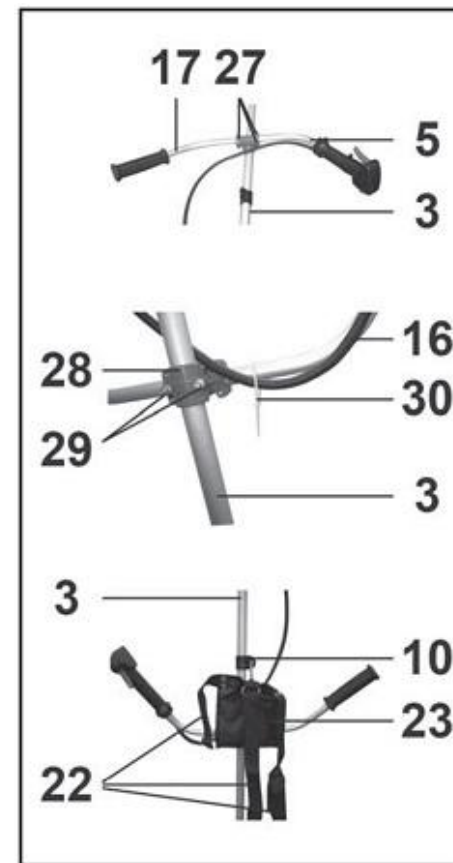

Рис. 4
6.2. Установка ручек и наплечного ремня, Рис. 4
6.2.1. Как показано на Рис. 4, установите и четырьмя винтами закрепите рукоятки (5 и 17) в накладке (28).